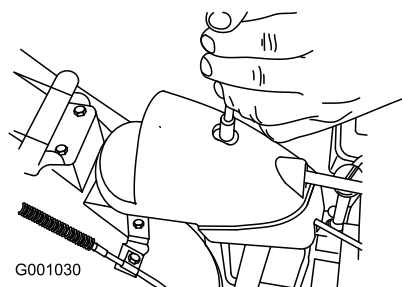

Figure 49
- Retirez la fixation du couvercle du secteur denté (Figure 49), soulevez l'avant du couvercle et faites-le coulisser en arrière de façon à l'écarter.